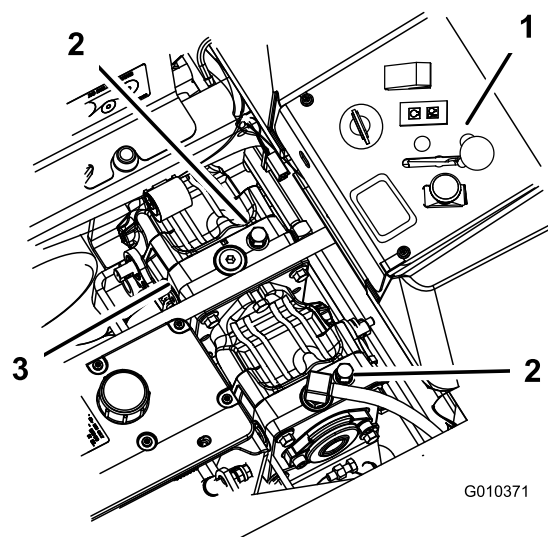

Figura 31
2. Gire las válvulas de desvío una vuelta en el sentido contrario a las agujas del reloj para empujar la máquina. Esto permite que el aceite hidráulico se desvíe alrededor de la bomba, dejando que las ruedas giren (Figura 31).
Gire las válvulas de desvío una vuelta en el sentido de las agujas del reloj para conducir la máquina (Figura 31).